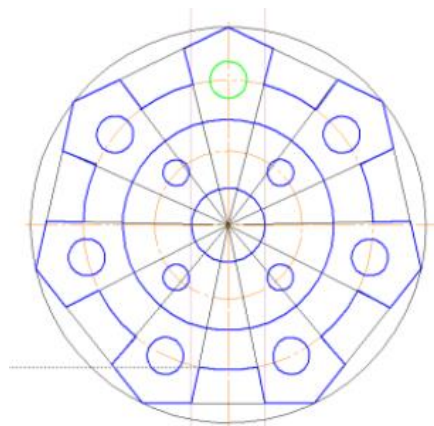

Рис. 14. Начерченная решетка
10. Начертить ещё 7 окружностей тем же способом (рис. 14).